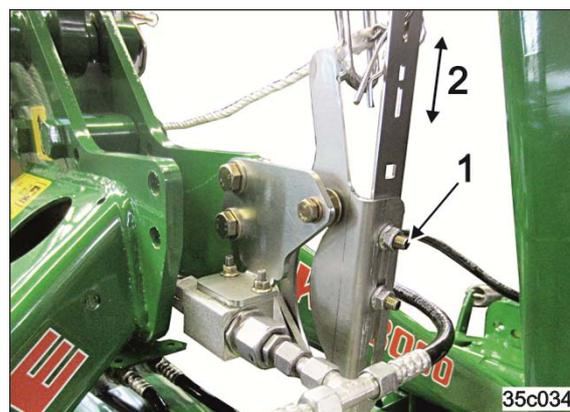

Fig. 140
1. Desserrer les écrous (Fig. 140/1)
2. Amener le crochet d'actionnement dans la position voulue (Fig. 140/2), de sorte qu'un relevage avec l'arbre à cardan en fonctionnement soit possible.
3. Serrer les écrous (Fig. 140/1)